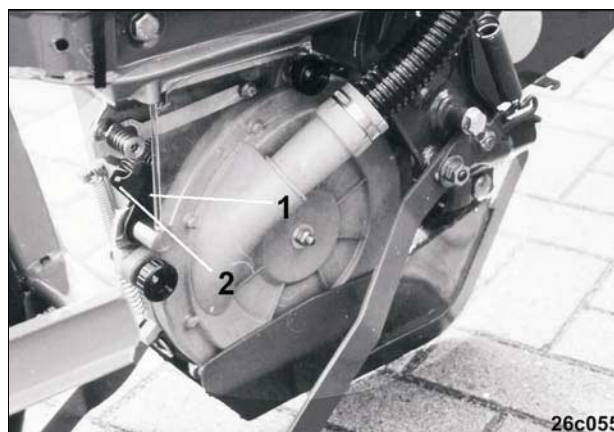

Рис. 67
- Проверьте ход чистиков (Рис. 67/1). Для этого чистик (Рис. 67/1) необходимо несколько раз отклонить в сторону за плечо рычага (Рис. 67/2) (точка навески пружин) из его положения.